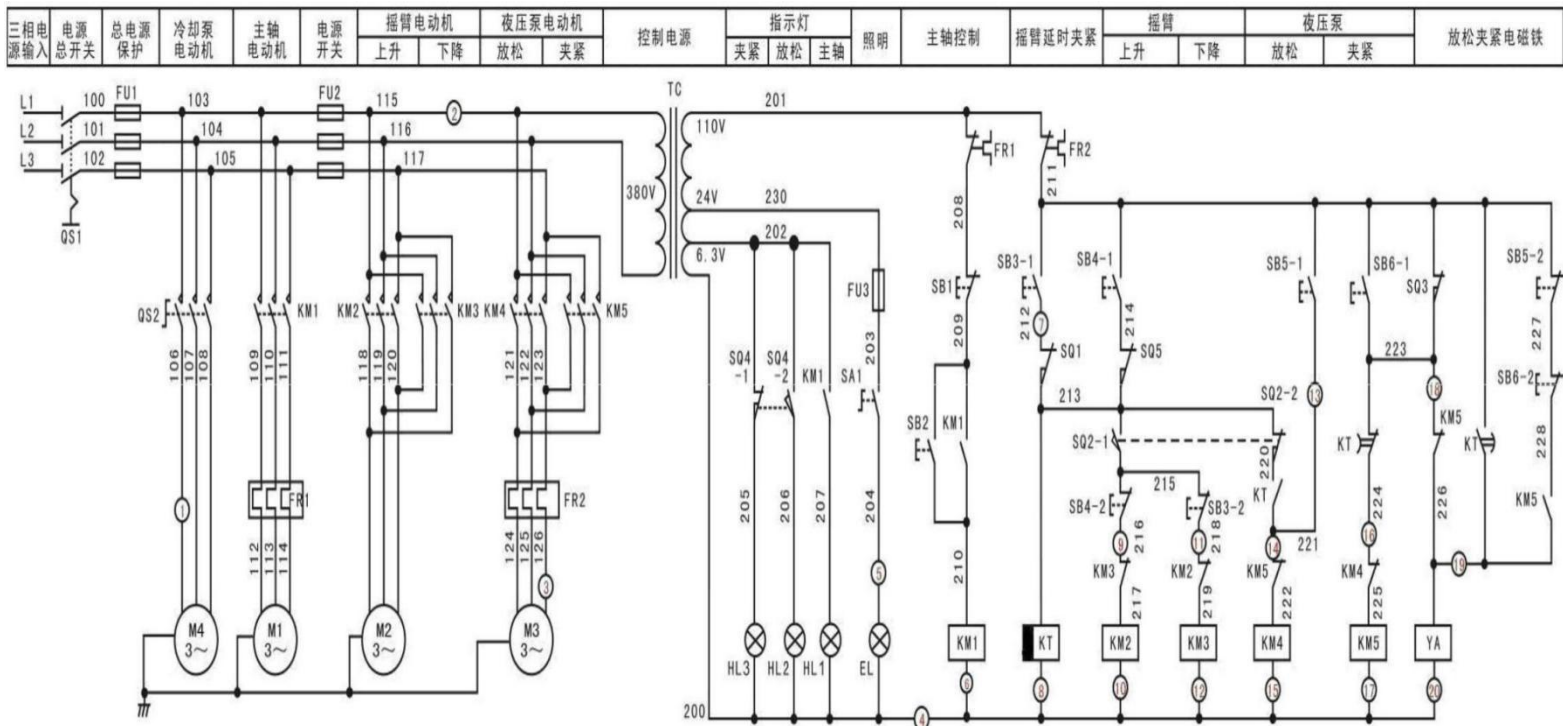

图 2-2 Z3050 摇臂钻床电气控制线路故障图
2) 摇臂不能正常上升。Z3050 摇臂钻床电气控制线路故障图如图 2-2 所示。
现场排除 Z3050 摇臂钻床电气故障，故障现象如下：1) 控制电路无法正常工作；2) 摇臂不能夹紧。Z3050 摇臂钻床电气控制线路故障图如图 2-2 所示。
现场排除 Z3050 摇臂钻床电气故障，故障现象如下：1) 液压泵控制不能正常运行；2) 摇臂不能正常放松。Z3050 摇臂钻床电气控制线路故障图如图 2-2 所示。
现场排除 Z3050 摇臂钻床电气故障，故障现象如下：1) 主轴无法正常工作；2) 摇臂不能正常下降。Z3050 摇臂钻床电气控制线路故障图如图 2-2 所示。
2) 电磁铁不能正常延时动作。Z3050 摇臂钻床电气控制线路故障图如图 2-2 所示。
2) 摇臂不能正常下降。Z3050 摇臂钻床电气控制线路故障图如图 2-2 所示。
现场排除 Z3050 摇臂钻床电气故障，故障现象如下：1) 电磁铁不能正常延时动作；2) 摇臂不能正常下降。Z3050 摇臂钻床电气控制线路故障图如图 2-2 所示。